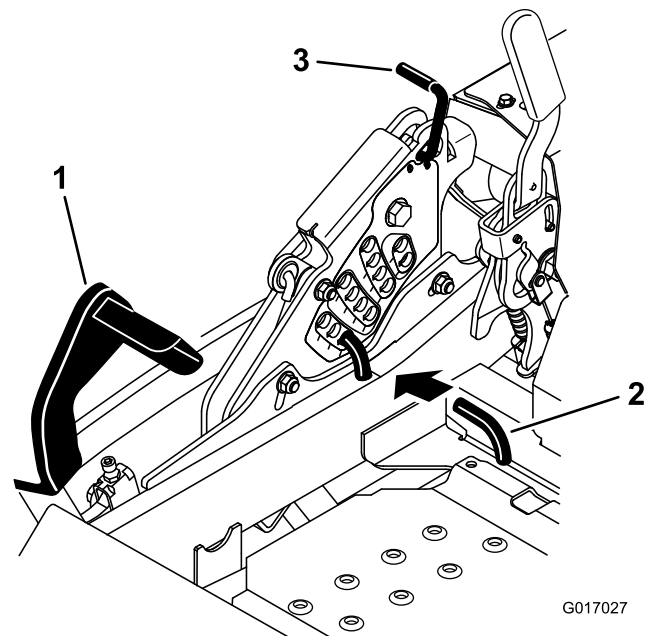

Figura 88
5. Empuje el pedal de elevación de la carcasa hacia delante del todo; la carcasa se enganchará en la posición de transporte de 14 cm (5-1/2 pulgadas) (Figura 88).